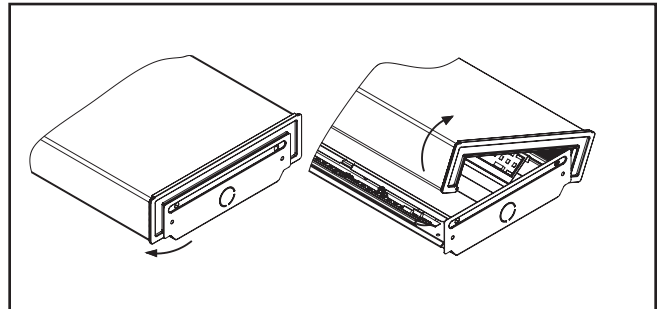

Figure 1.
2. Enlevez la lentille en la tirant à partir d'un des côtés du luminaire et en la soutenant de l'autre (Figure 1).